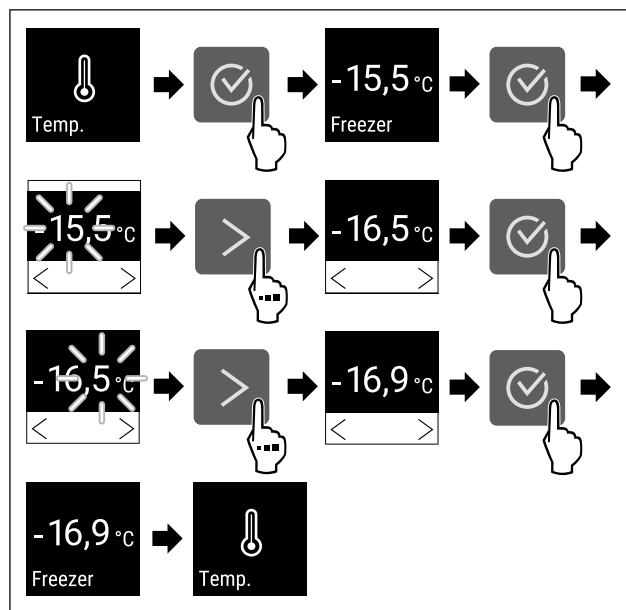

Fig. 65 Endre temperatur fra -15,5°C til -16,9°C
- Følg anvisningene (se Fig. 65).